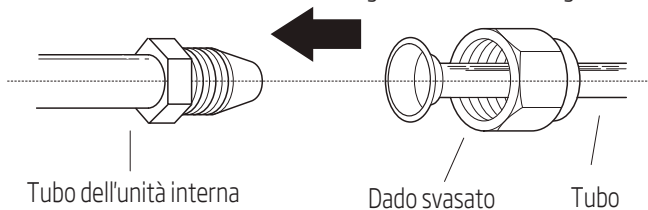

Fig. 3.7
1. Allineare il centro dei due tubi che si andranno a collegare. Consultare la Fig. 3.7.